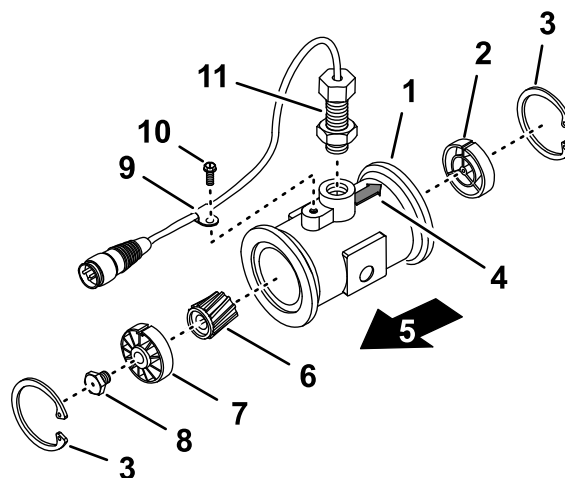

Figura 116
3. Rimuovete l'anello di ritenuta sul lato a monte (Figura 116).